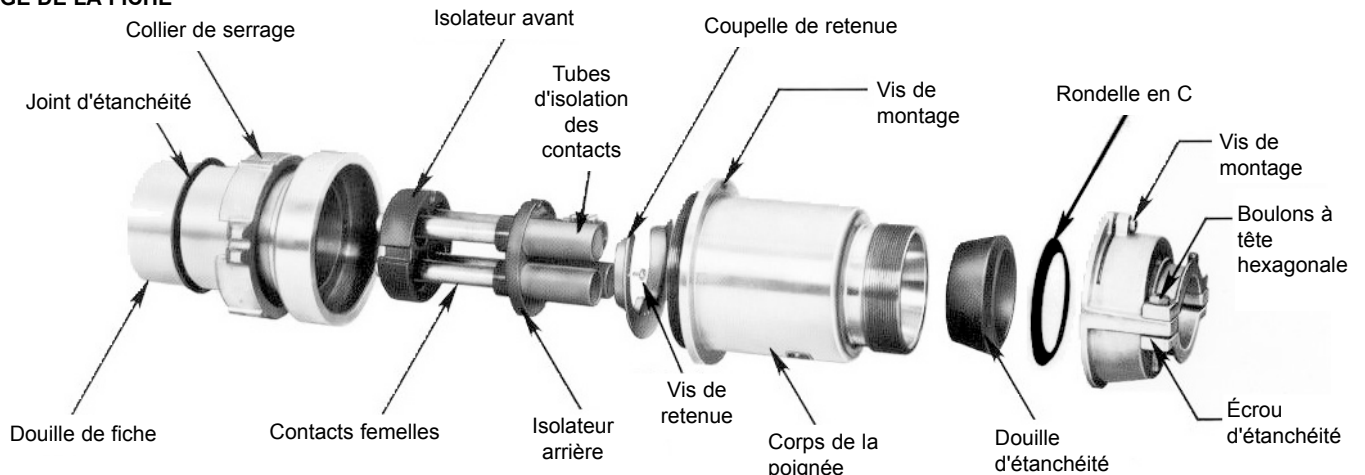

Figure 1 - Description détaillée d'une fiche AP (fiche de style 2 représentée)
1. Desserrer de deux tours la vis de montage de l'écrou d'étanchéité. Dévisser l'écrou du corps de la poignée, retirer la rondelle en C et la douille d'étanchéité, et les mettre de côté pour les remonter ultérieurement. Voir la figure 1.